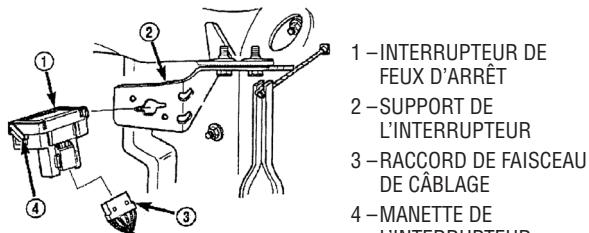

Figure 2
2. Brancher le faisceau de câblage de l'interrupteur au nouvel interrupteur (voir la figure 2).
- Insérer l'interrupteur dans le support et le tourner sur 30° en sens horaire afin de le bloquer solidement en place (voir la figure 2).